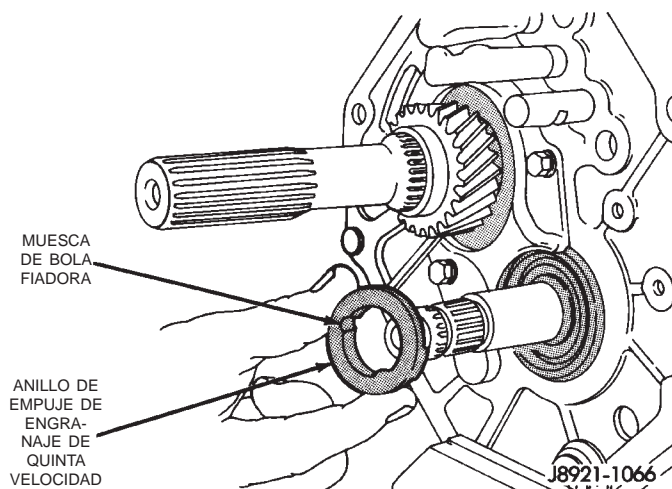

Fig. 96 Instalación de anillo de empuje de engranaje de quinta velocidad
(27) Instale el anillo de empuje del engranaje de quinta velocidad en el árbol intermedio y sobre la bola fiadora (Fig. 96).